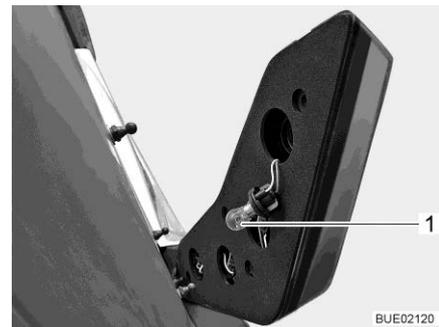

Fig. 164 Luz trasera
- Meter la mano en el agujero en el lado trasero de la carcasa. Girar el portalámparas (Fig. 164,1) (cierre de bayoneta) y extraerlo. Como ejemplo se muestra la luz de freno.